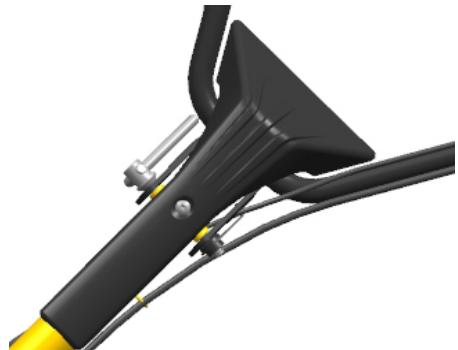

Abbildung 5
- Lösen Sie den Hebegriff und wählen Sie die Öffnung in einer passenden Position. Stellen Sie dann die Querstange des Griffes auf Bedienerhüfthöhe ein und drehen Sie den Hebegriff, um ihn festzuziehen. (Siehe Abb. 5).